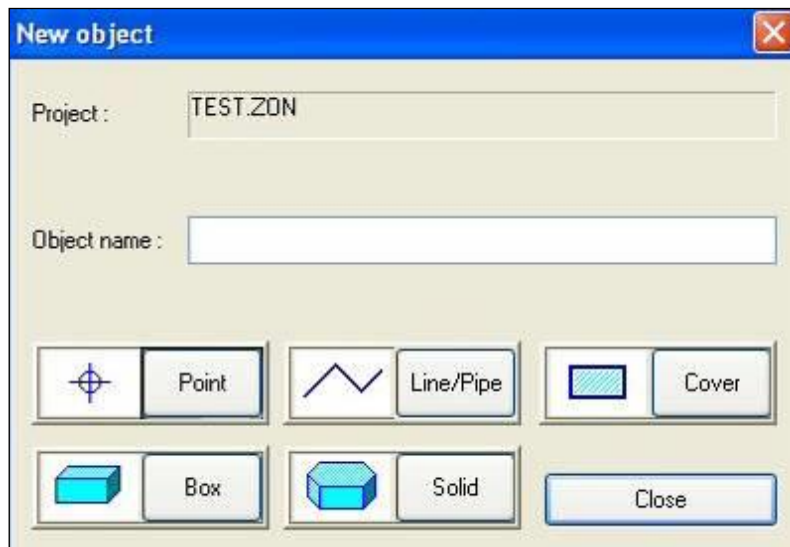
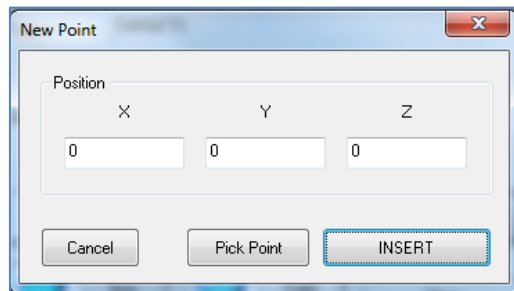
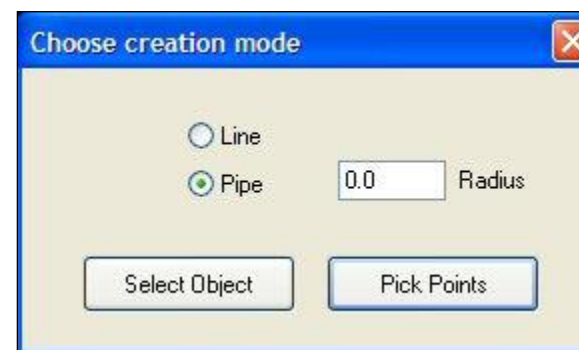

图 91 新对象窗口
图 92 插入新点的 X、Y 和 Z 坐标
图 93 - 选择创建模式窗口
- 第 4 步：选择项目后，用户必须单击 Ids_gcad_xyz 工具栏中的对象创建命令 ()。此命令打开新对象窗口（图 91）
- 点  允许插入自动 CAD 文件，特别有趣的制图点在农村调查前固定点。在对象名称字段（图 91 中定义了点的名称后，选择点以在图 92。
INSERT 允许用户在图 92 的相应字段中插入 X、Y 和 Z 坐标后，在 AutoCAD 文件中插入点。AutoCAD 文件中插入点的位置参考之前设计的 CRL。
line/Pipe 按钮允许插入选定的区域，特别是在农村拍摄的有趣的线路，例如，街道寄宿者、栅栏、战壕、管道等。在给行以对象名称命名（见图 91 并按下行（见图 93，您可以选择按钮：
框命令 ( ) 一个柳树用户插入自动 CAD 文件 3D 元素代表现有的，埋藏的基础设施 (图 91
Solid 命令 ()  允许用户在自动卡文件中插入具有多边形结构的项目 (图 91)。通过单击“固体”命令，将自动显示一个窗口，允许用户插入顶部深度字段、最浅部分米深以及插入元素厚度的宽度 (图 98 通过一个刺激  按钮，诅咒者将成为一个指点，用户可以设计对象的 3D 多边形结构，将插入自动卡德文件。